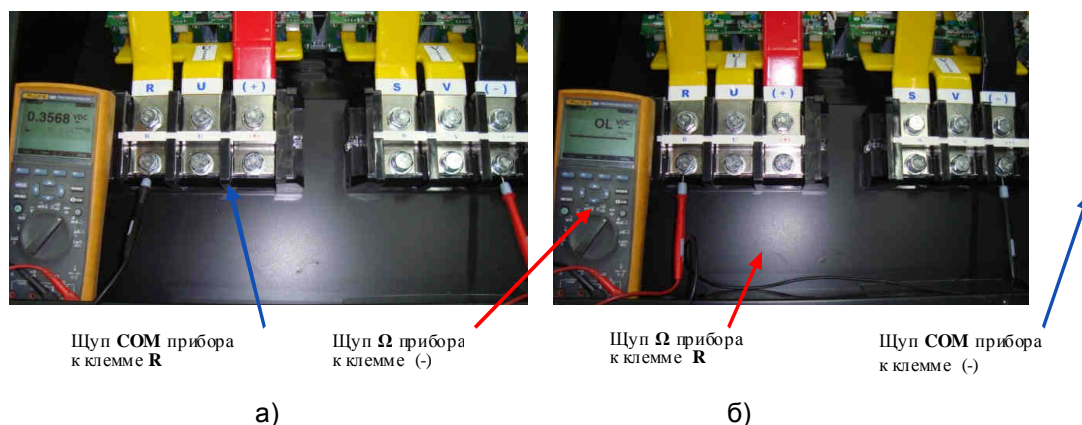

Рис. 4.6.
- 4.7.1.1. Установить мультиметр в режим «Прозвонка диодов». Проверить цепь «-» - «R». При исправных модулях цепь должна звониться как «диод»: при прямой проводимости показания прибора должны быть в диапазоне 0,3 – 1,0 и должен звучать короткий звуковой сигнал (рис.4.6 а); при обратной проводимости - «обрыв цепи» (рис.4.6 б).